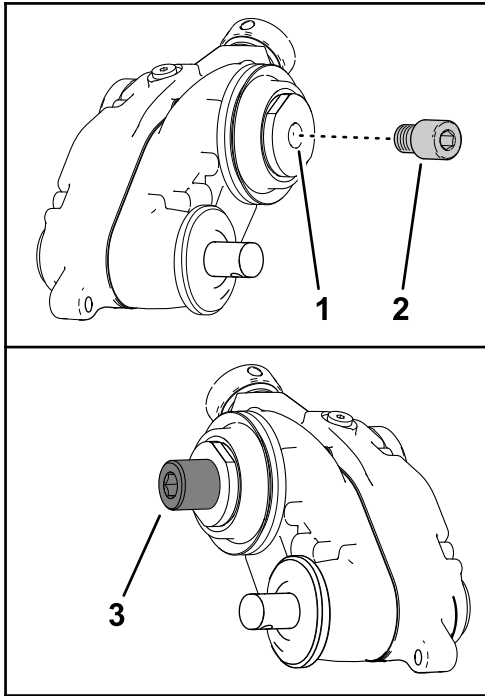

Figura 10
1. Aplique fijador de roscas de resistencia media (por ejemplo, Loctite® 243 azul) a las roscas internas del eje de la caja de transmisión, como se indica en la Figura 10, y apriete el adaptador del molinete y el eje de la caja de transmisión del groomer a entre 150 y 163 N·m.